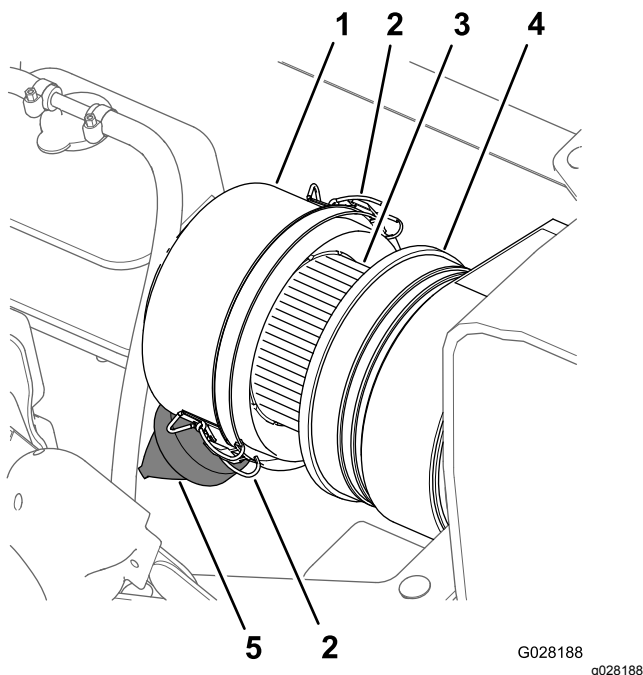
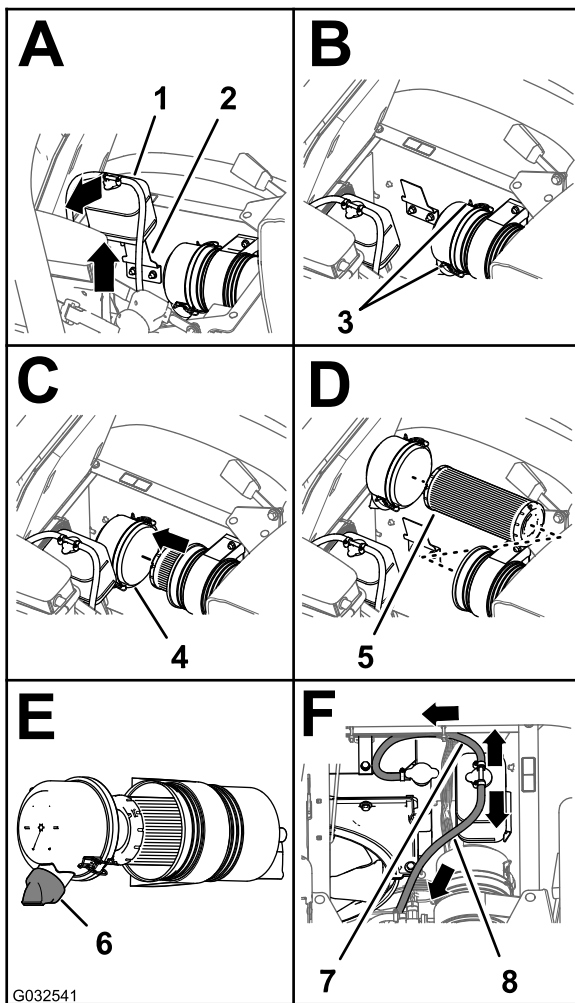

Bild 66
Bild 67
3. Reinigen Sie den Staubdeckel und das Luftfiltergehäuse (Bild 66).
4. Prüfen Sie das Gehäuse des Luftfilters auf Schäden, die eventuell zu einem Luftleck führen könnten (Bild 66).
5. Drücken Sie das Staubventil zusammen, um Schmutz, Staub und Rückstände zu entfernen (Bild 66).
7. Überprüfen Sie den Luftfiltereinsatz auf starke Staub, Schmutz- oder Rückstandsansammlungen (Bild 66).
8. Setzen Sie den Staubdeckel auf das Luftfiltergehäuse und befestigen den Deckel mit den zwei Riegeln (Bild 66).
2. Reinigen Sie den Staubdeckel und das Luftfiltergehäuse (Bild 66).
3. Heben Sie den Kühlmittelüberlaufbehälter hoch und von der Behälterstützhalterung ab (Bild 67).
4. Lösen Sie die zwei Riegel, mit denen der Staubdeckel am Luftfiltergehäuse befestigt ist (Bild 67).
6. Wischen Sie die Innenseite des Staubdeckels, des Luftfiltergehäuses und des Staubventils mit einem feuchten Lappen ab (Bild 66 und Bild 67).
7. Setzen Sie den neuen Luftfiltereinsatz in das Luftfiltergehäuse ein (Bild 67).
8. Setzen Sie die Abdeckung auf das Luftfiltergehäuse und befestigen die Abdeckung mit den zwei Riegeln (Bild 67).
Hinweis: Stellen Sie sicher, dass das Staubventil zwischen der 5-Uhr- und 7-Uhr-Stellung ist (aus Sicht vom Ende) (Bild 67).
9. Fluchten Sie den Kühlmittelüberlaufbehälter mit der Behälterstützhalterung aus und setzen den Behälter fest ein (Bild 67).
Wichtig: Stellen Sie sicher, dass der Druckbegrenzungsschlauch nach vorne und unten und der Behälterentlüftungsschlauch nach hinten verlegt ist, wie in Bild 67 abgebildet.